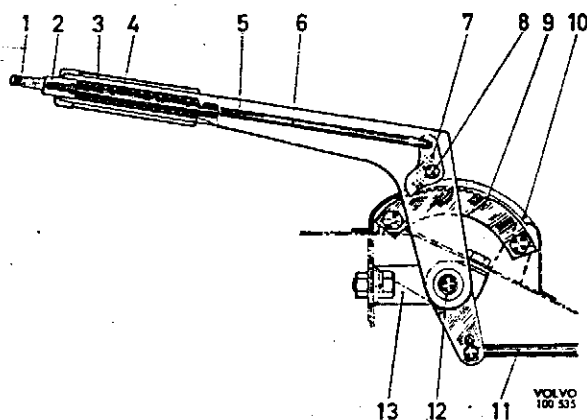

Abb. 49 Handbremshebel, P 120
2. Splint entfernen und Seilzug strecken, so daß die Zugstange (11 Abb. 49) vom Hebel gelöst werden kann. Konsole ausbauen (13).
5. Sicherungsschrauben lösen und Bügel (1 Abb. 49) sowie den Knopf (2) ausbauen. Feder (3) aus dem Hebel herausnehmen. Niet (8) ausbauen und Druckstange (6) sowie Sperrklinke herausnehmen.
- Die neuen Teile in umgekehrter Reihenfolge einbauen, siehe Abb. 49. Beachten, daß der Niet gut fest sitzt, ohne die Bewegung der Sperrklinke zu behindern. Buchsen dünn mit Kugellagerfett schmieren. Sichern der Zugstangen nicht vergessen und darauf achten, daß die Gummibuchse an der Welle gut abdichtet.